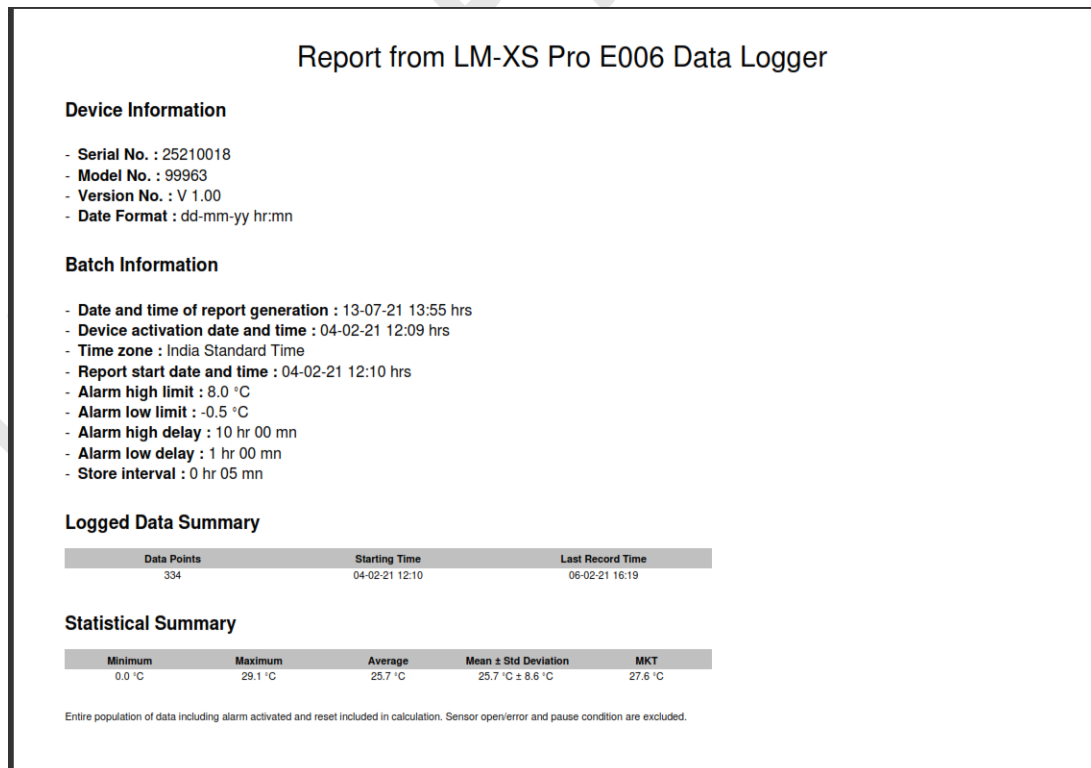
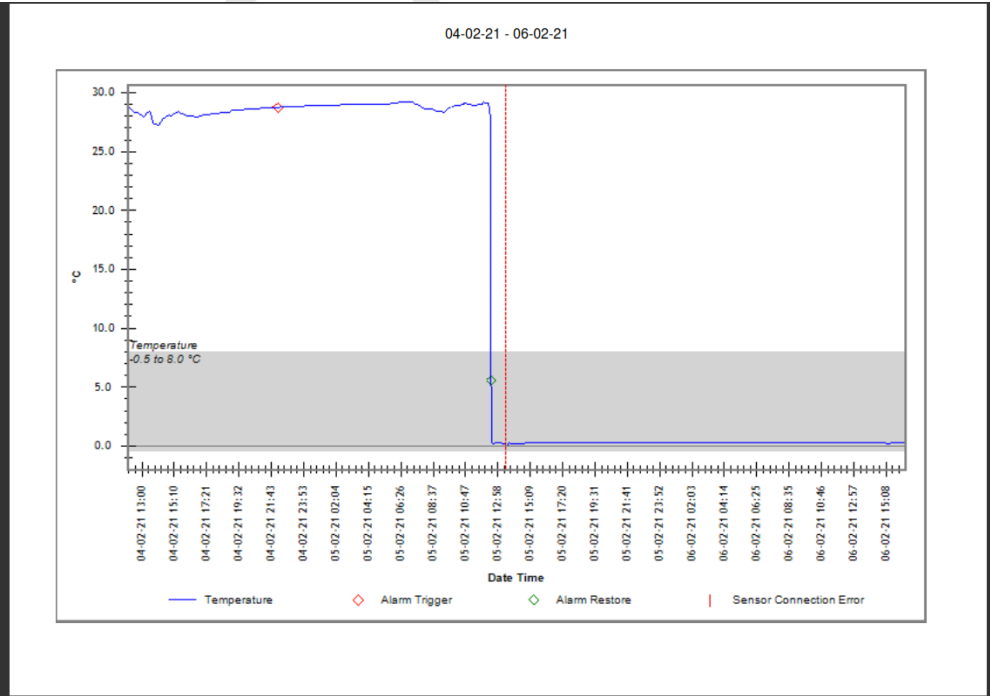

图25示例PDF报告第一部分
图27 样例 PDF 报告第 -3 部分
- 从 LM-XS Pro E006 数据记录器生成的三天记录数据的示例 PDF 文件如图 25、图26 和图 27 所示。本报告由以下数据组成：
图中的灰色带表示报警上下限内的区域。报警触发、报警恢复、传感器连接错误的指示在图形标签中指定，如图27所示。